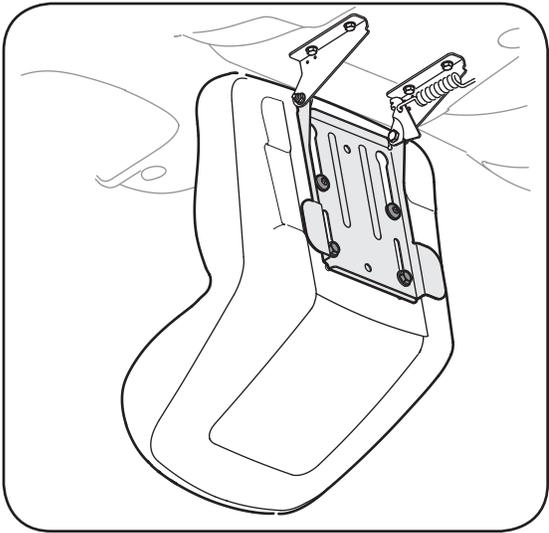

Figure 3-4
Si le siège de votre tracteur n'a pas été installé à l'usine, consultez les Fig. 3-4, 3-5 et 3-6 pour identifier le modèle de siège fourni avec votre tracteur. Suivez les instructions correspondantes ci-dessous pour l'installer.
1. Placez les vis à épaulement (qui se trouvent sur la base du siège) dans les fentes du support de pivotement du siège. Voir la Figure 3-4.
3. Choisissez la position voulue et maintenez le siège en place avec les deux vis hex. enlevées plus tôt. Voir la Figure 3-4.